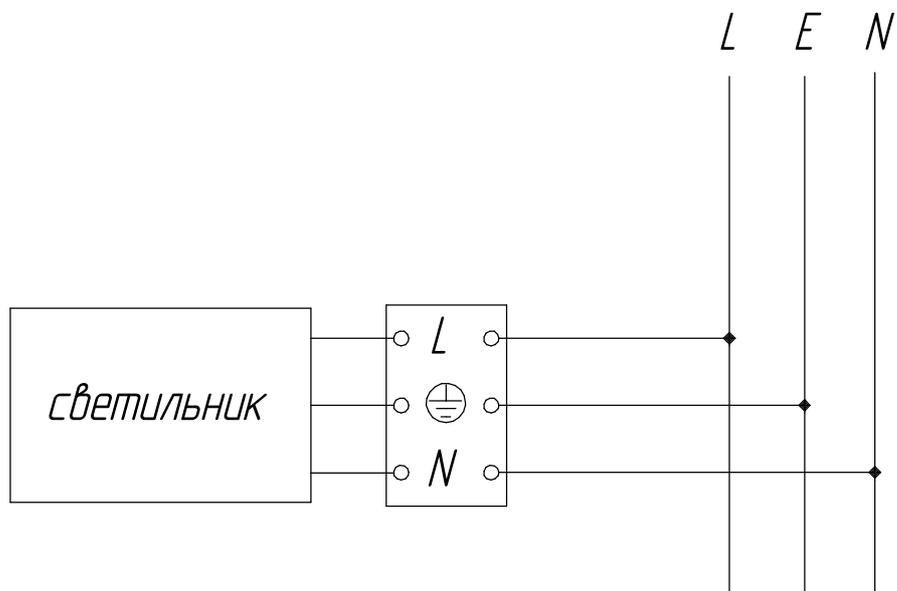

Рисунок 3 - Схема подключения светильника к сети
1.4 Подключить светильник к электрической сети согласно схеме рис. 3.
3 Для светильников с IP 65 подключить, выходящий из светильника кабель к сети согласно схеме (рис. 3, 4 или 5).